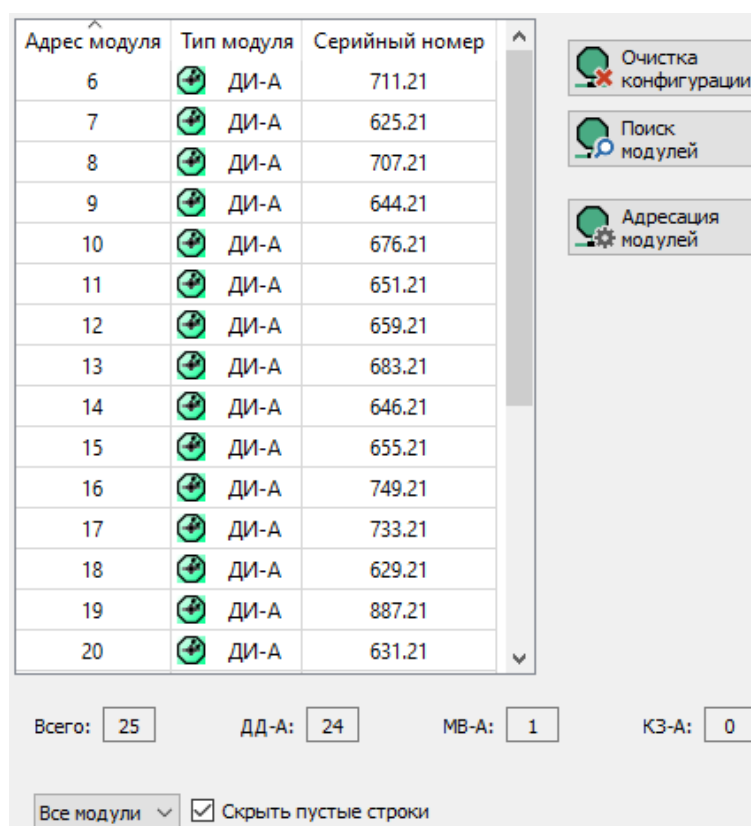

Рис. 8 Панель настройки линейных модулей
- из таблицы линейных модулей (Рис. 8);